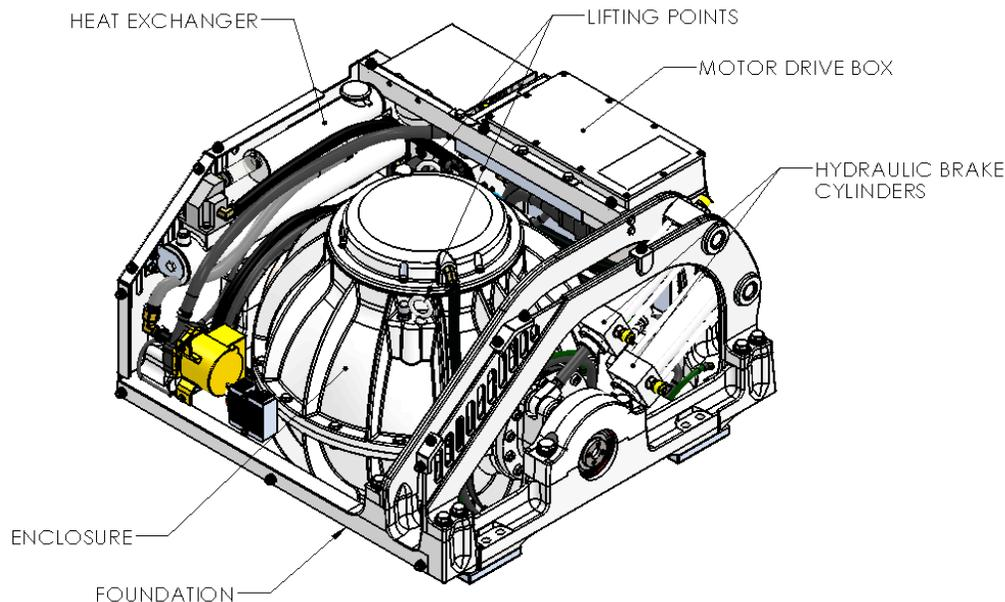

FIGURE 1 – SEAKEEPER 3DC
- Lors de la manipulation et l'installation du gyroscope, protégez les tiges de vérins de freins hydrauliques (Voir figure 1) des rayures ou autres dégâts, cela pouvant conduire à une défaillance prématurée du joint, entraînant alors des fuites d'huiles.